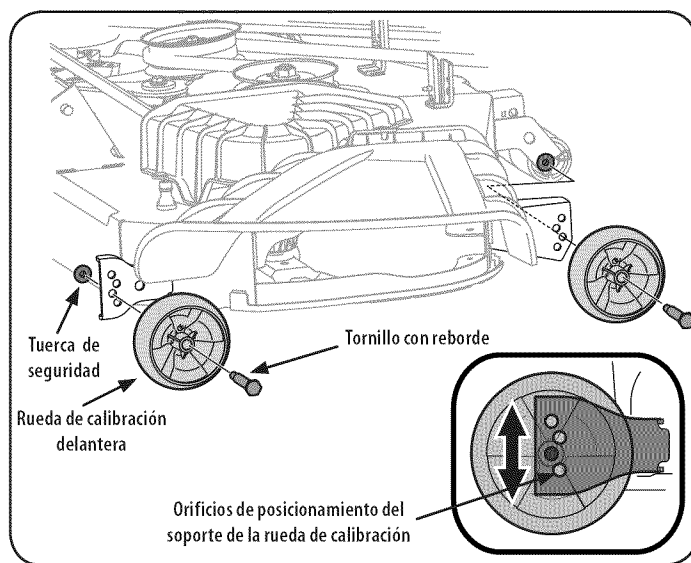

Figura 8
2. Retire la tuerca de seguridad con brida que fija el perno con reborde de la rueda de calibración delantera a la plataforma. Retire la rueda de calibración y el perno con reborde. Consulte la Figura 8.